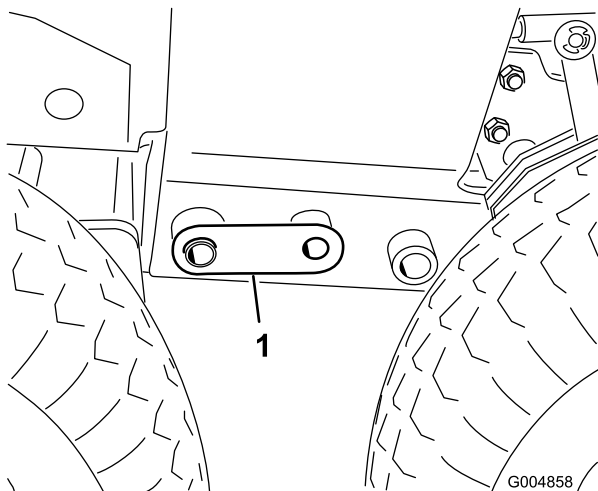

**Рисунок 109**
31. Приложив зимнюю раму к задней раме, поднимите напольный домкрат на достаточную высоту, чтобы снять летние ведущие колеса (Рисунок 109).